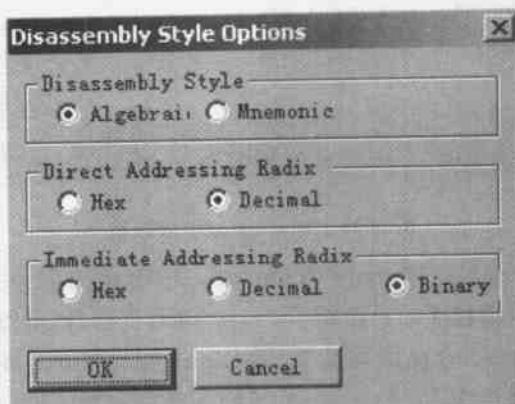

图 3.23 反汇编窗口显示模式的设置
(2) Disassembly Style 设置反汇编窗口的显示模式。单击该命令,将出现如图 3.23 所示的设置对话框。在该对话框中,可以设置反汇编的显示为助记符或者代数符号,直接寻址与间接寻址显示为十进制、二进制或十六进制等。按照图 3.23 的设置,在反汇编窗口中的显示如图 3.24 所示。